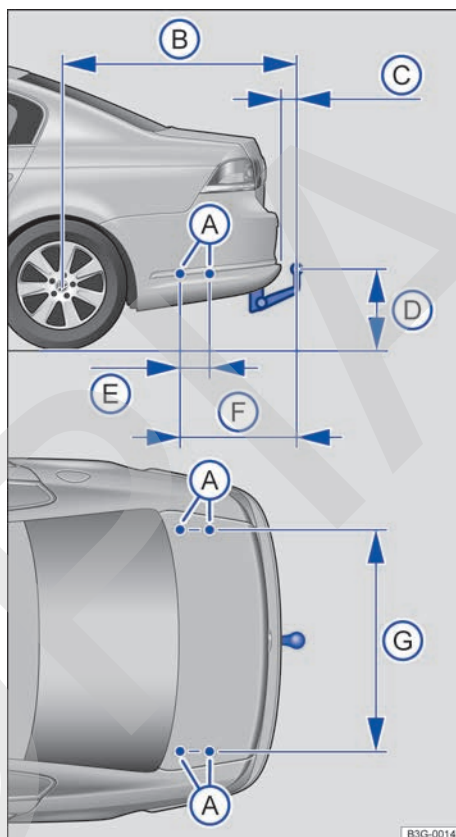
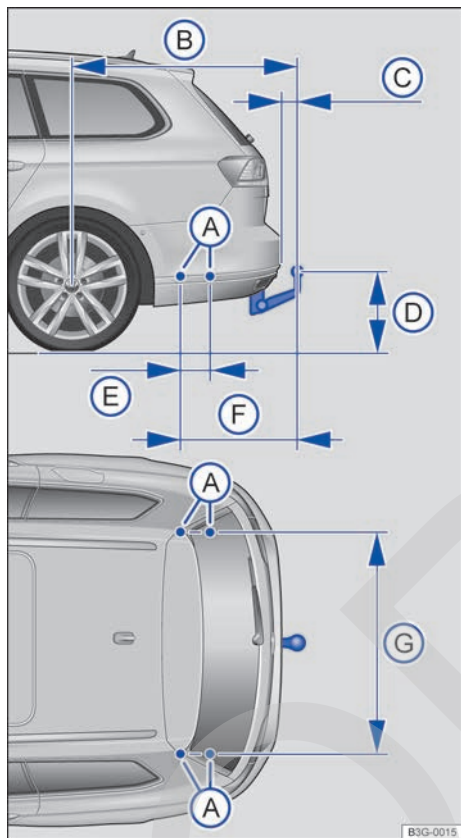

Fig. 155 Cotas y puntos de fijación para el montaje posterior de un dispositivo de remolque (berlina).
Fig. 156 Cotas y puntos de fijación para el montaje posterior de un dispositivo de remolque (Variant).
Si se monta posteriormente un dispositivo de remolque, se deberán tener siempre en cuenta las cotas de distancia. La cota entre el centro del cabezal esférico y la calzada → fig. 155 (D) no deberá ser nunca inferior a la indicada. Esto rige tam-
Cotas de distancia → fig. 155 o → fig. 156: